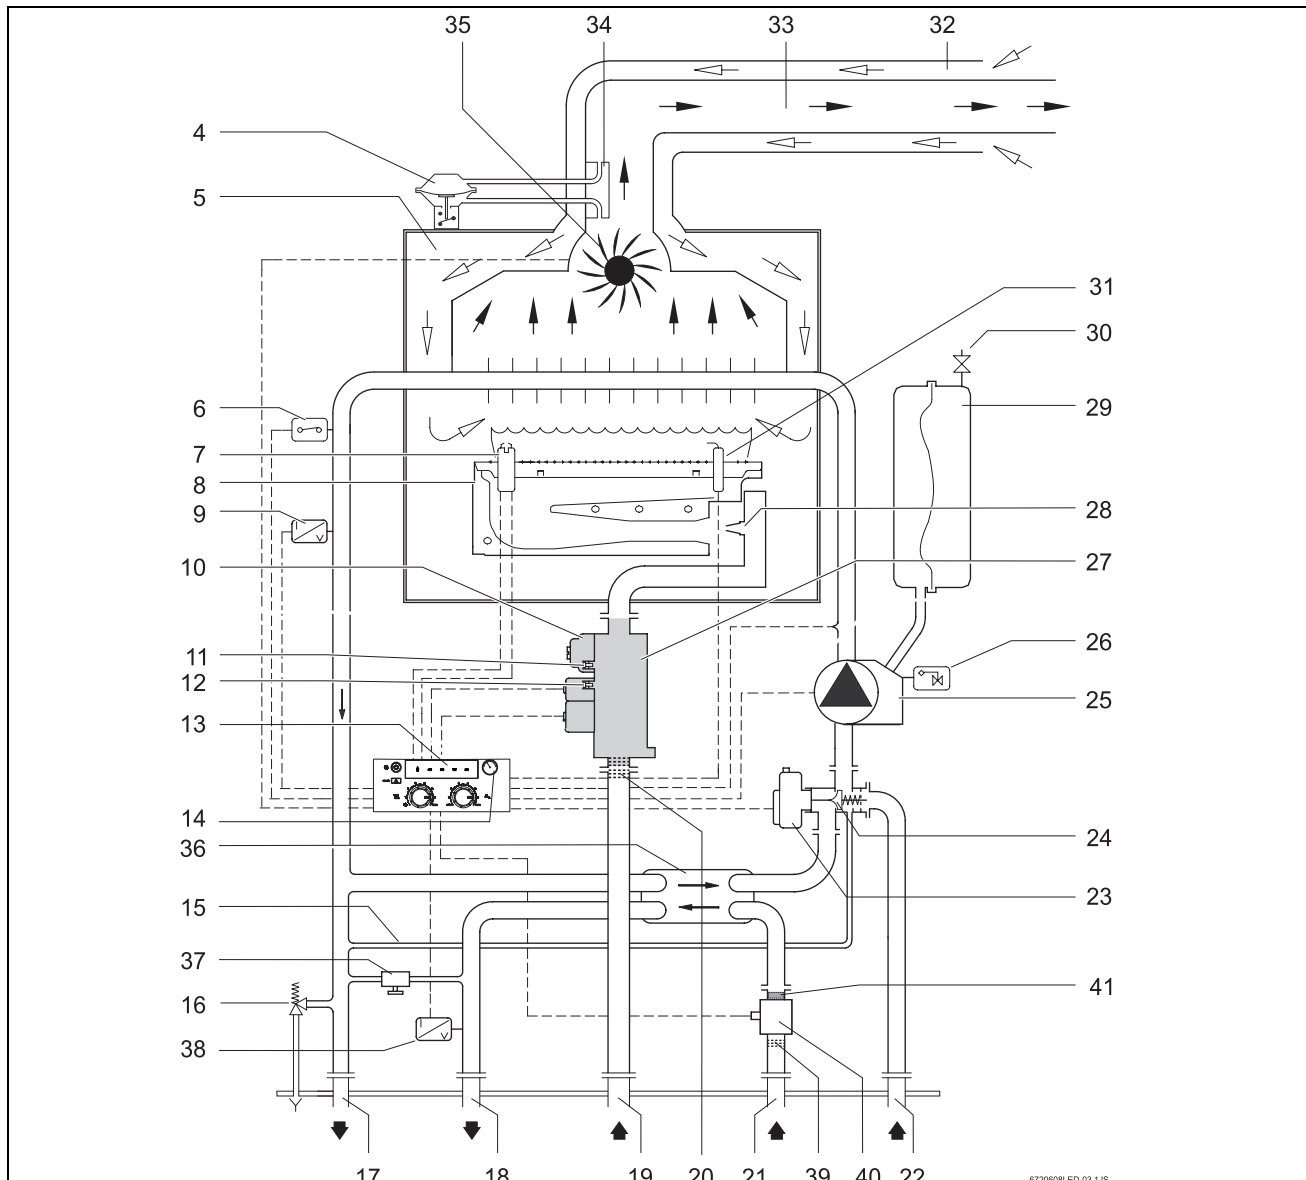

Fig. 3
Nello stesso momento si attiva il circolatore (25) e il motore (23) della valvola deviatrice (Fig. 3, pos. 24) si posiziona in funzione riscaldamento, aprendo così la mandata e il ritorno (Fig. 3, pos. 17, 22) dell'impianto di riscaldamento.
Si ottiene così l'accensione del bruciatore alla minima potenza, l'elettrodo di ionizzazione rileva la corretta presenza di fiamma; l'emissione di scintille termina e l'apparecchio si posiziona alla potenza termica impostata. (per i riferimenti vedere figure 3 e 4).
Tramite l'apposito sensore NTC (38) la scheda elettronica rileva la temperatura di uscita dell'acqua calda sanitaria ed effettua la modulazione in base alla portata d'acqua ed alla temperatura impostata dal cliente. (per i riferimenti vedere figure 3 e 4).
Nel caso in cui si dovesse ripristinare od aumentare la pressione è possibile effettuare quest'operazione tramite l'apposita valvola (Fig. 3, pos. 30) posta sul vaso d'espansione.